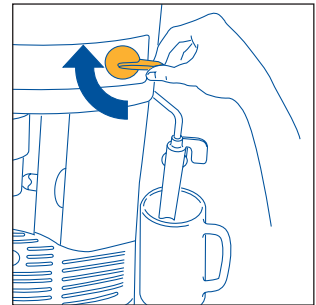
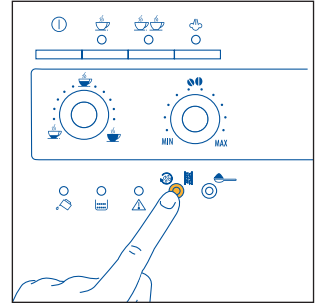
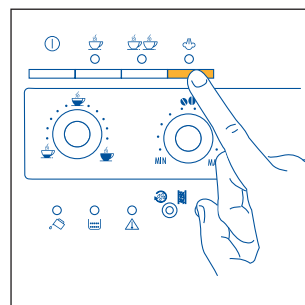
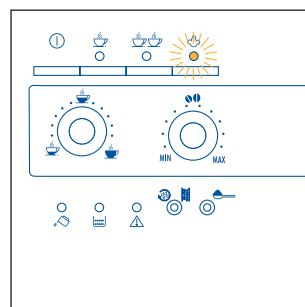

Fig. 6
Fig. 13
Fig. 21
Fig. 22
4. Au bout de quelques secondes, de l'eau sortira de la buse à cappuccino. Dès que la tasse contient environ 30 cc, tournez la commande vapeur d'un demi-tour dans le sens des aiguilles d'une montre (fig.6) pour arrêter la sortie d'eau.
- 5) Appuyez sur la touche  (fig. 12) si vous désirez faire un café ou sur la touche  (fig. 13) si vous désirez faire 2 cafés. *La machine va maintenant moulinner les grains et exécuter une brève pré-infusion avant de compléter la sortie de café dans la tasse.*
NOTA 4: pendant que la machine fait le café, vous pouvez interrompre la sortie à tout moment en appuyant sur la touche ☕ (fig. 12) ou ☕☕ (fig. 13) précédemment sélectionnée.
NOTA 5 : dès que le café a fini de couler, si vous souhaitez augmenter la quantité, il suffit de maintenir la pression sur la touche ☕ (fig. 12) ou ☕☕ (fig. 13) précédemment sélectionnée jusqu'à obtenir la quantité désirée (cette opération doit être exécutée dans les 3 secondes après que le café a fini de sortir).
- Pour arrêter la sortie d'eau chaude, tournez le robinet dans le sens des aiguilles d'une montre (fig. 6) et ramenez la buse à cappuccino dans sa position initiale vers le centre de la machine. (Il est conseillé de ne pas faire couler l'eau chaude pendant plus de 2 minutes.)
- Appuyez sur la touche vapeur (fig. 21). Le voyant ☹️ (fig. 22) commence à clignoter pour indiquer que la machine est en préchauffage.
- Une fois la température désirée atteinte, arrêtez la sortie de vapeur en tournant complètement la manette dans le sens des aiguilles d'une montre (fig. 6) et appuyez sur la touche vapeur (fig. 21) pour désactiver la fonction vapeur.
NOTA 1 : si, juste après avoir préparé le cappuccino et désactivé la fonction vapeur en appuyant sur la touche vapeur ☹️ (fig. 21), vous appuyez sur la touche ☹️ (fig. 12) ou ☹️☹️ (fig. 13) pour demander encore du café, la machine aura une température trop élevée pour faire du café (les voyants verts ☹️ et ☹️☹️ clignotent pour indiquer que la température n'est pas bonne). Il faudra attendre une dizaine de minutes que la machine refroidisse un peu.